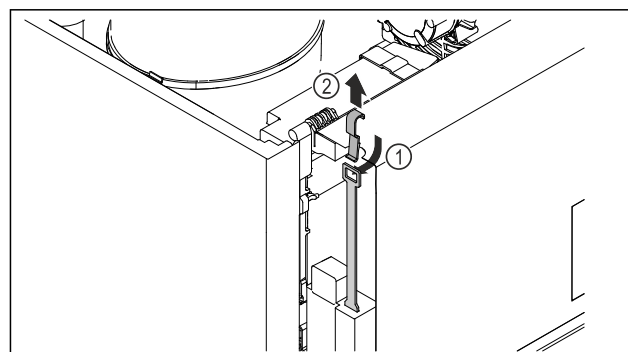

Fig. 244
- Du haut, insérer la clé de déverrouillage d'urgence Fig. 244 (1), l'accrocher au verrou et la tirer vers le haut Fig. 244 (2).